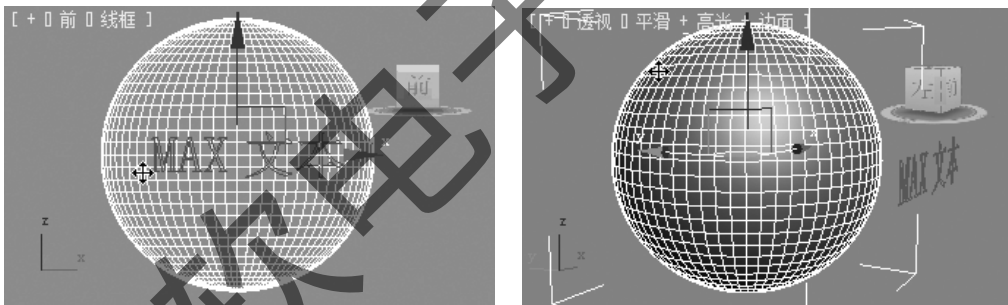

图 4-13 创建文本
Step2: 选择“”创建面板→“”(图形)→样条线→文本,并将球体和文本调到如图 4-13 所示的位置。